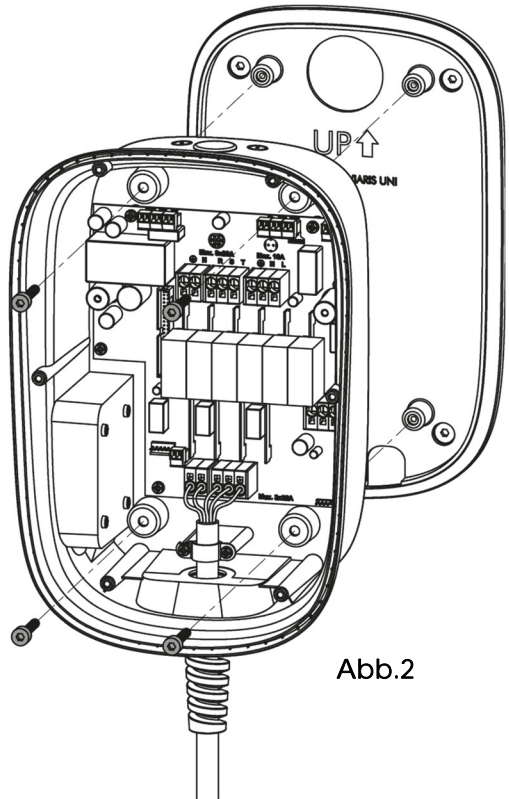

Abb.2
- Befestigen Sie das Ladegerät mit vier M6-Schrauben (im Lieferumfang enthalten). **Abb. 2**